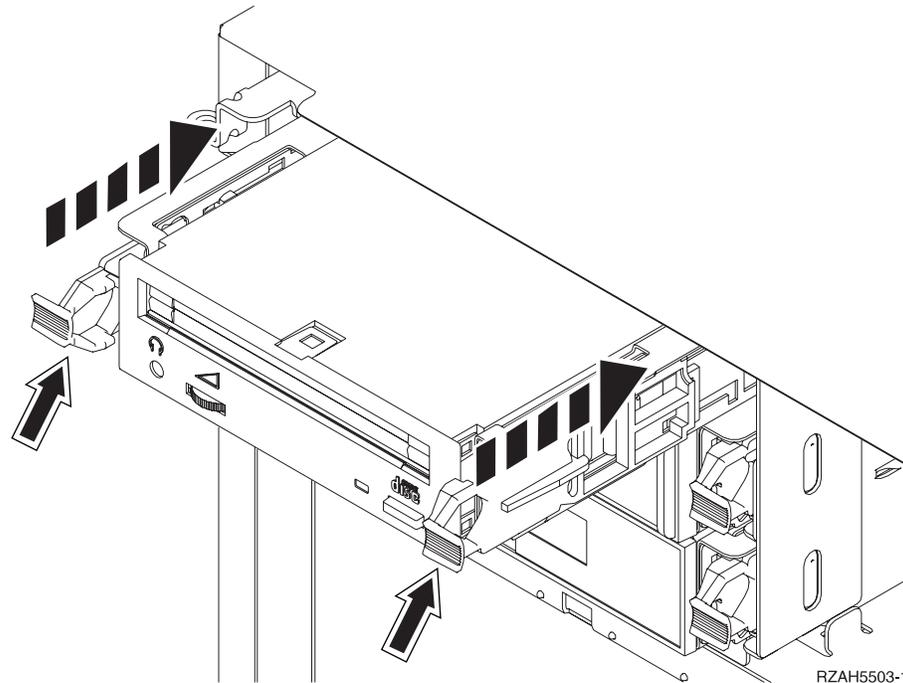

Figura 4. Instalación del medio extraíble
- \_\_\_ 14. Observe la Figura 4 y alinee el dispositivo en el lugar que ocupaba el frontal de relleno.